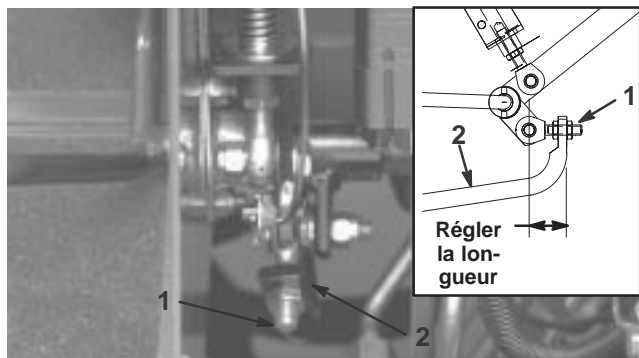

Figure 49
4. Réglez les écrous de blocage à l'extrémité de la tige de la pompe pour avancer le tube de commande et éliminer le déplacement en marche avant ou le reculer et éliminer le déplacement en marche arrière (Fig. 49).